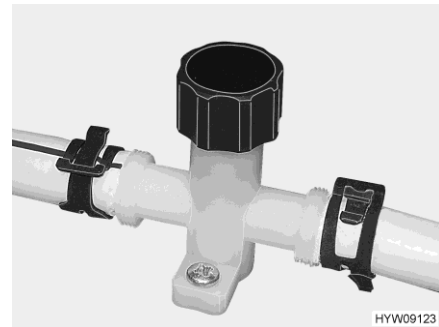

Fig. 156 Rubinetto di scarico (tubatura dell'acqua)
- Chiudere i rubinetti di scarico. A tal fine, ruotare in senso orario il coperchio del rubinetto di scarico (Fig. 156).